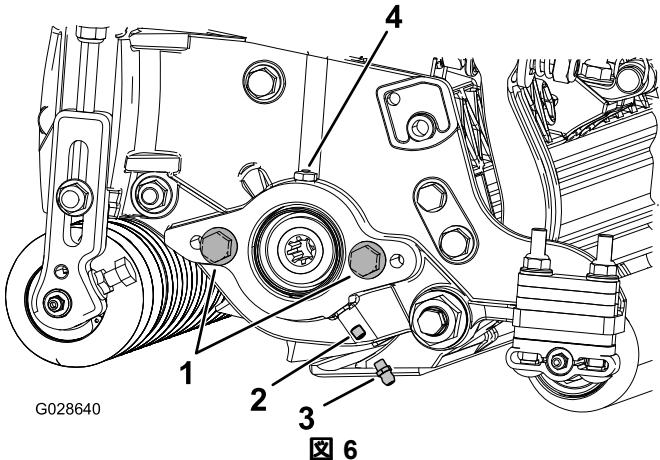

図6
- リールモータのサイドプレートの固定ねじを外す。ねじは廃棄する 図6。
- グリスフィッティングストレートを取り付ける 図6。
- リールモータのサイドプレートにキャップスクリュが付いていない場合は取り付ける 図6。
- リールモータを取り付けてサイドプレートからグリスを注入する。グリスベントからグリスが漏れてくるまで入れること 図6。